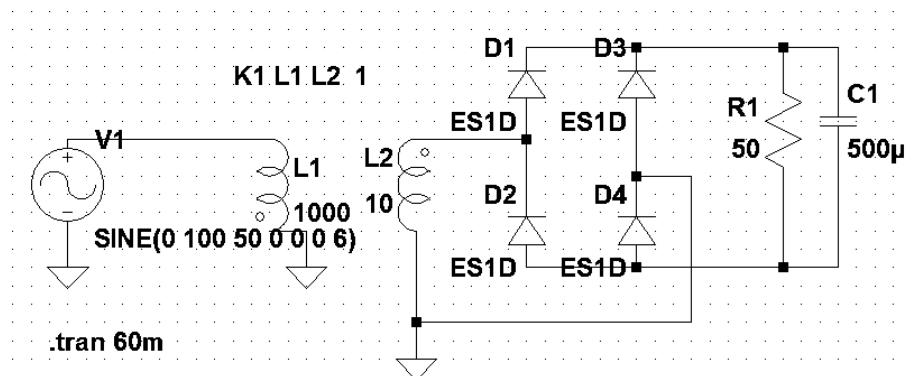

Рис. 5. Схема мостового выпрямителя с ёмкостным фильтром
- Создайте схему выпрямителя с ёмкостным фильтром (рис. 5).